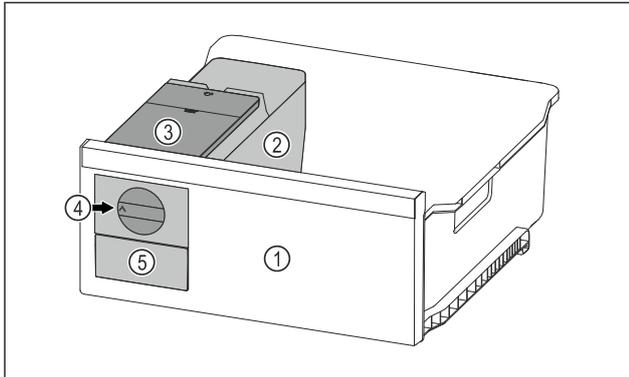

Fig. 68 Beispielhafte Darstellung
- ▶ Drehknopf Fig. 68 (4) im Uhrzeigersinn bis zum Anschlag drehen.
- ▷ Eiswürfel fallen aus der Eiswürfelschale in das Eiswürfelschubfach Fig. 68 (5). Wenn sich nicht alle Eiswürfel aus der Eiswürfelschale herauslösen: